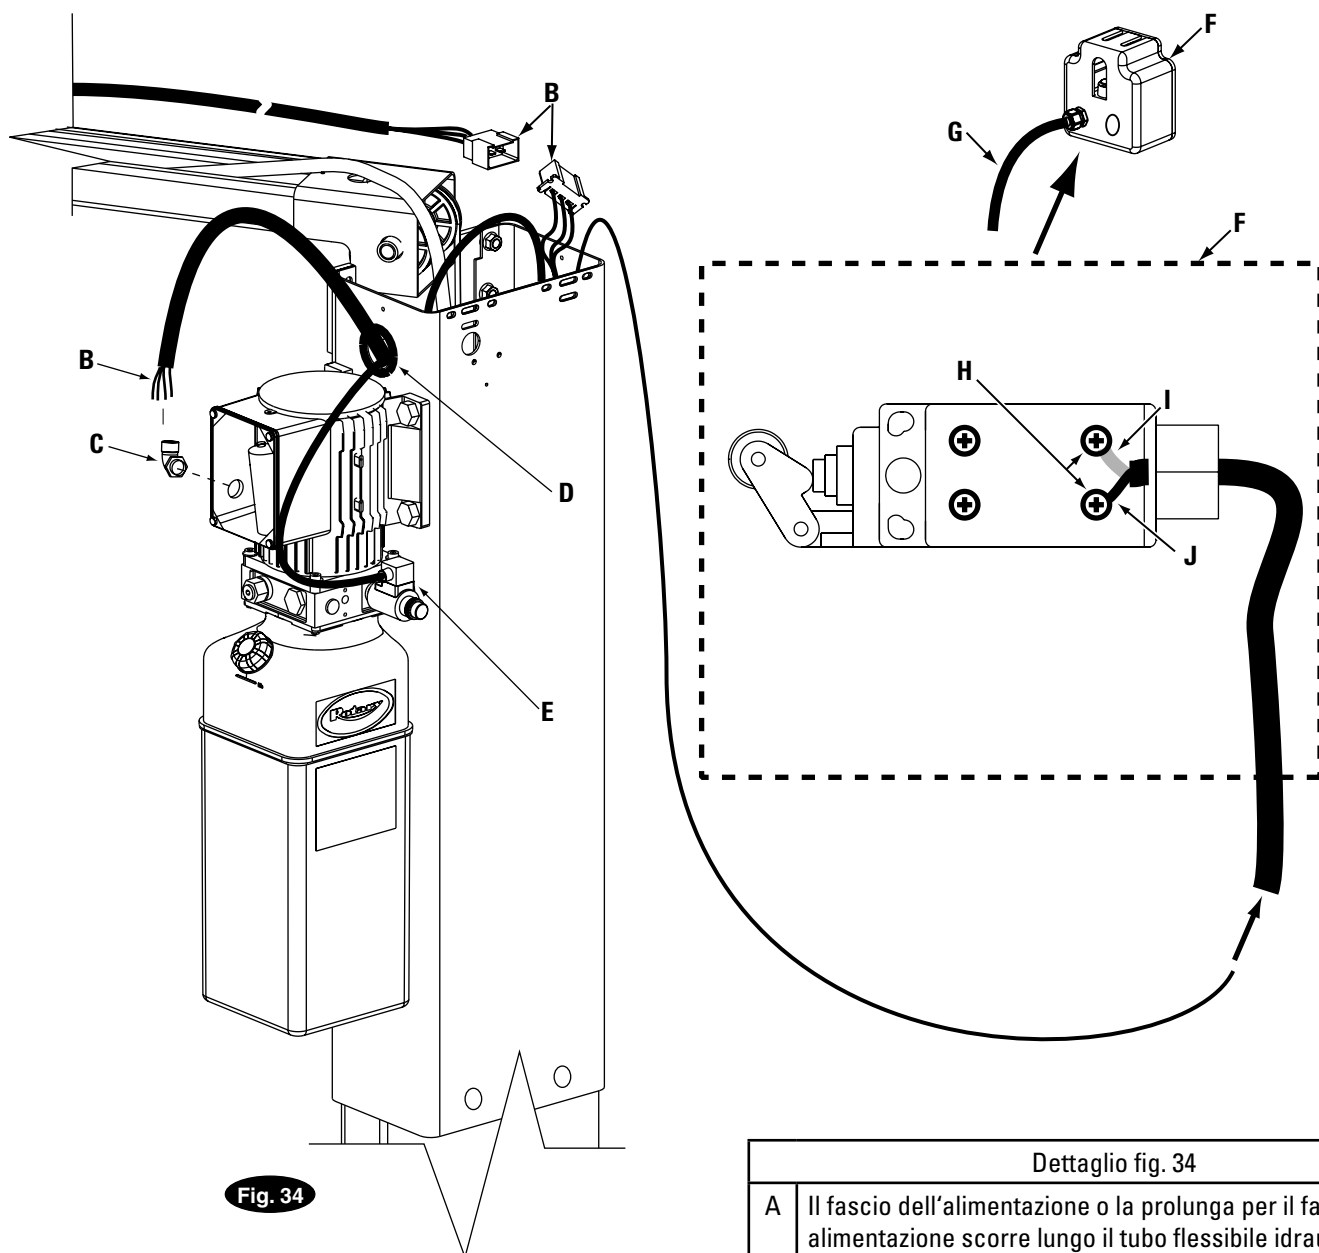

Fig. 34
- A) Localizzare il cavo dell'interruttore della traversa superiore nel connettore del cavo master. Fare passare il cavo dell'interruttore della traversa superiore attraverso lo scarico di trazione e all'interno della cassetta dell'interruttore della traversa superiore, Fig. 34.
- B) Fissare il cavo della valvola di abbassamento alla valvola di abbassamento e stringere la vite sul lato superiore, Fig. 34.
Dettaglio fig. 34